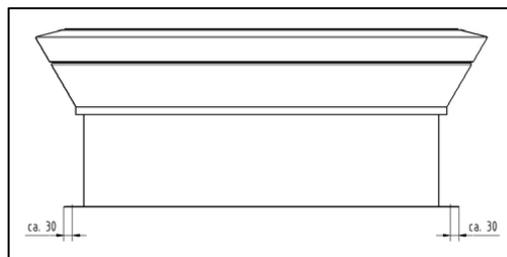

Bild 1
1. Aufsetzkranz nach den Anforderungen der DIN EN 1991 auf der Unterkonstruktion befestigen. Die einzelnen Befestigungspunkte im Abstand von 20 cm setzen (Bild 1). Dieses Befestigungsschema ist für den Dachmittenbereich ausreichend, in Bereichen mit höheren Soglasten können zusätzliche Maßnahmen erforderlich sein. Die Befestigungsmittel sind bauseits zu beschaffen. Pro Befestigungspunkt ist eine abhebende Last von 1500 N abzuleiten.